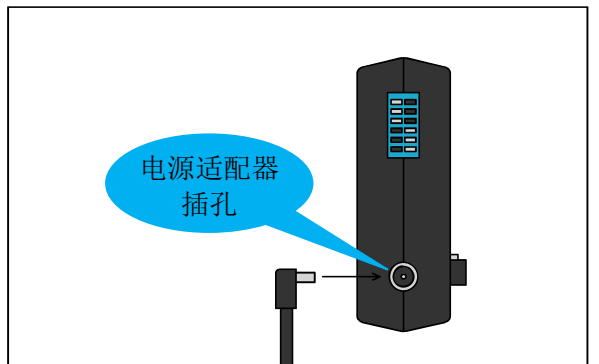

图 6：测试表左侧面插孔
- 5) 用配套电源适配器插入测试表电源插孔（图 6 所示）